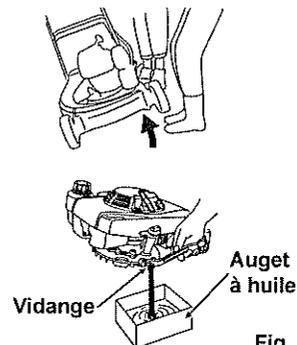

Fig. 28
- 1 Enlevez le bouchon du réservoir à huile. (Voir Section 8.1.1) (Voir Fig. 28)